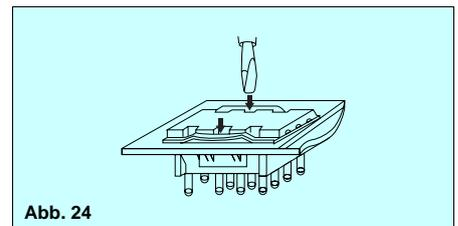

Abb. 24
• Die Fassung sollte durch die Öffnung in der Montageplatte gedrückt werden, bis die Vorsprünge an der Seite der Montagehalterung über die rückseitige Oberfläche hinausragen. (Abb. 24)